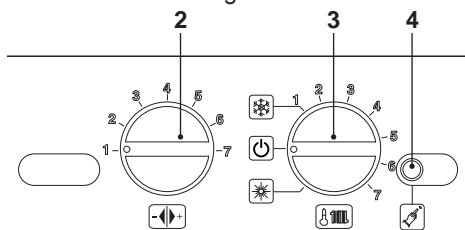

Figura 5.40
- Per uscire dalla programmazione posizionare il selettore di funzione/manopola regolazione temperatura riscaldamento 3 come indicato in Figura 5.40.